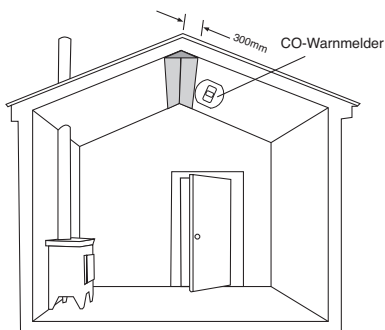

Bild 2
- In Räumen mit schrägen Decken sollte sich der CO-Warmmelder im höchsten Teil der Decke befinden, jedoch immer noch mindestens 150mm unterhalb des höchsten Punktes (siehe Bild 2).